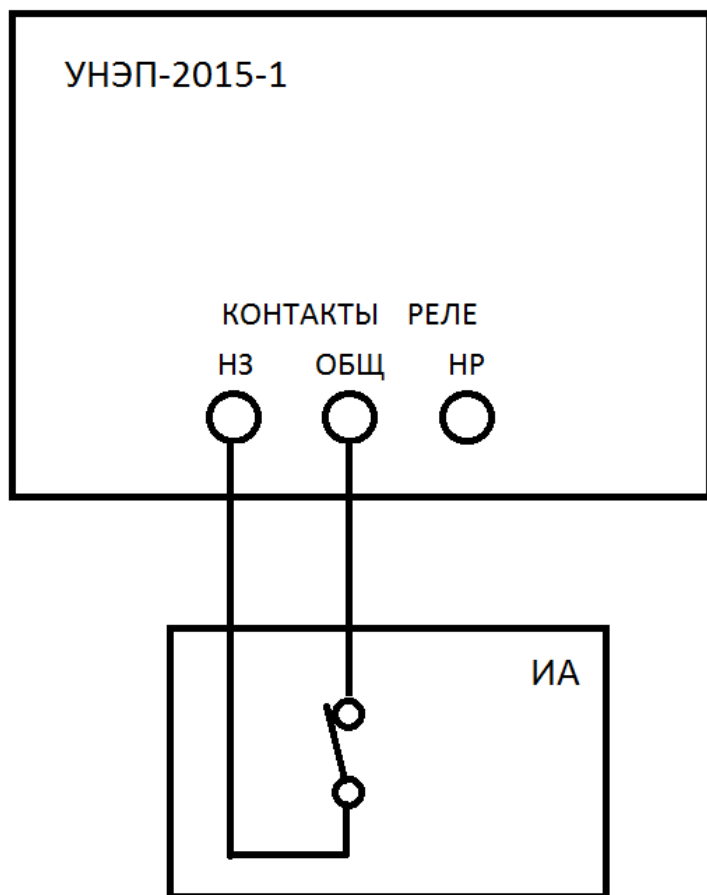

Рис. 5.
6.7.1. Нормально замкнутые (НЗ) контакты испытуемого аппарата подключаются к гнездам «НЗ» и «ОБЩ» управляющего блока УНЭП-2015-1 (см. рис. 5).